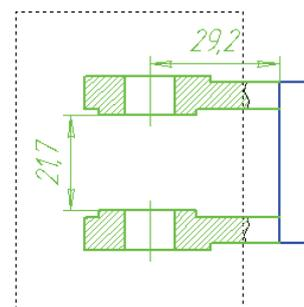

Рис. 2.20
- Сформируйте рамку деформации (рис. 2.20).